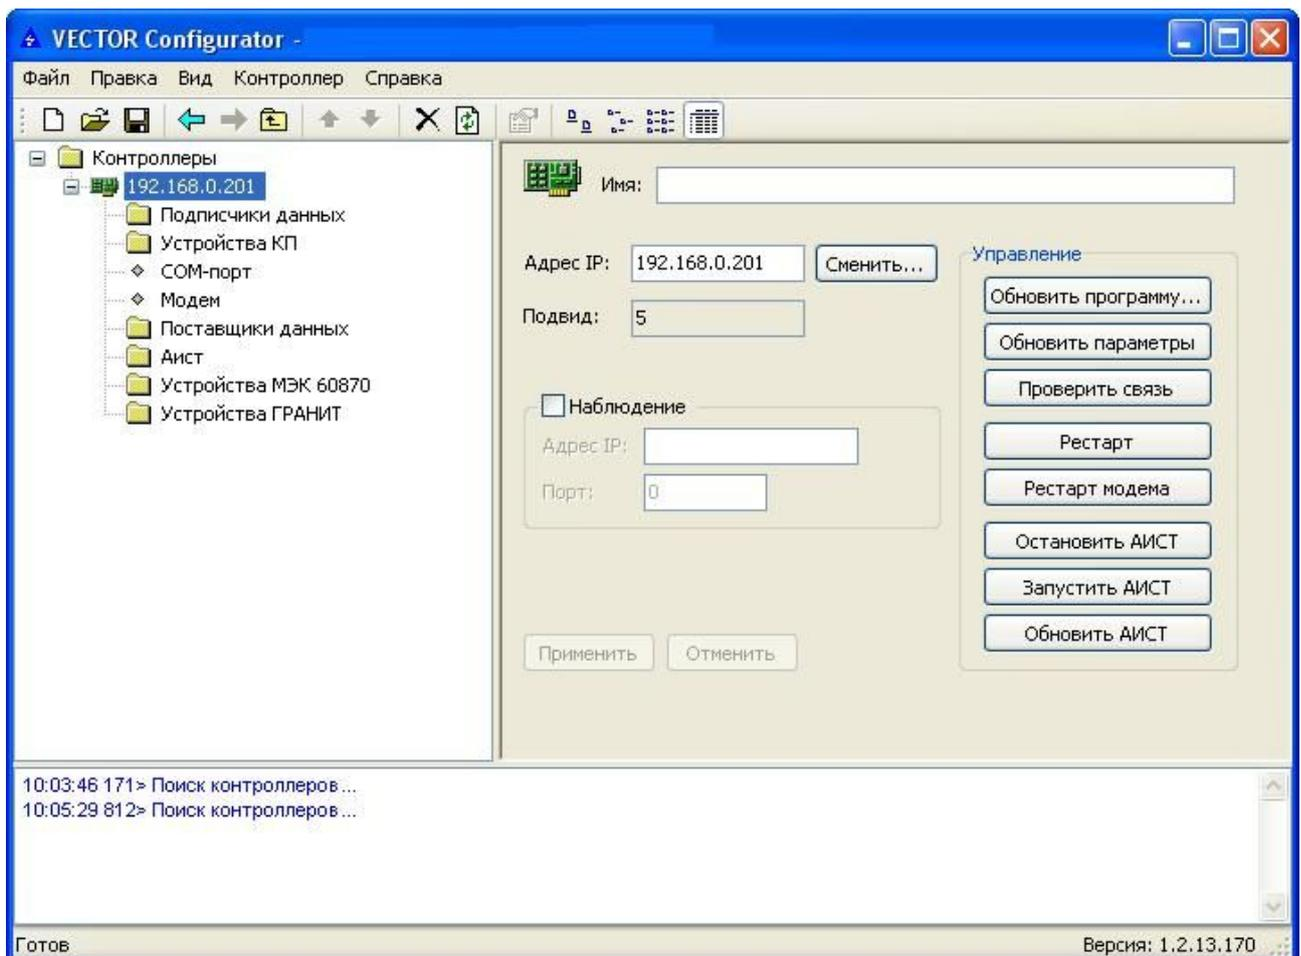

Рисунок 5 – Параметры модуля XPort
5) параметры модуля XPort отображаются в окне программы (рисунок 5);